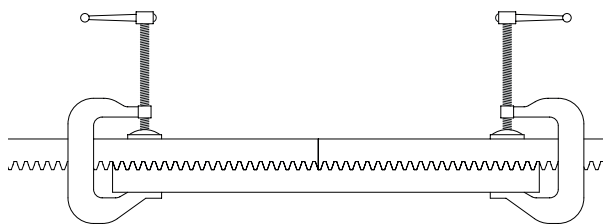

Fig. 1
- Para efectuar la alineación y el paso correctos entre las dos partes de cremallera, conviene utilizar un elemento de empalme durante la fijación como se indica en la fig. 1.
- Para um alinhamento e passo correto entre duas peças de cremalheira, é recomendado o uso de um elemento de ligação na fase de fixação, conforme indicado na fig. 1.